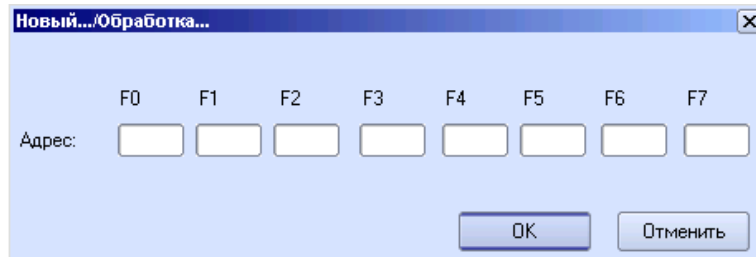

Рисунок 8.45 – Новое/Обработка
– «Тип источника». В списке предлагаются следующие типы сообщений-источников. Тип источников приема является частью образца адреса удаленного действия, то есть все указанные составляющие части адреса от «F0» до «F7» относятся к указанному типу приема (Рисунок 8.45):